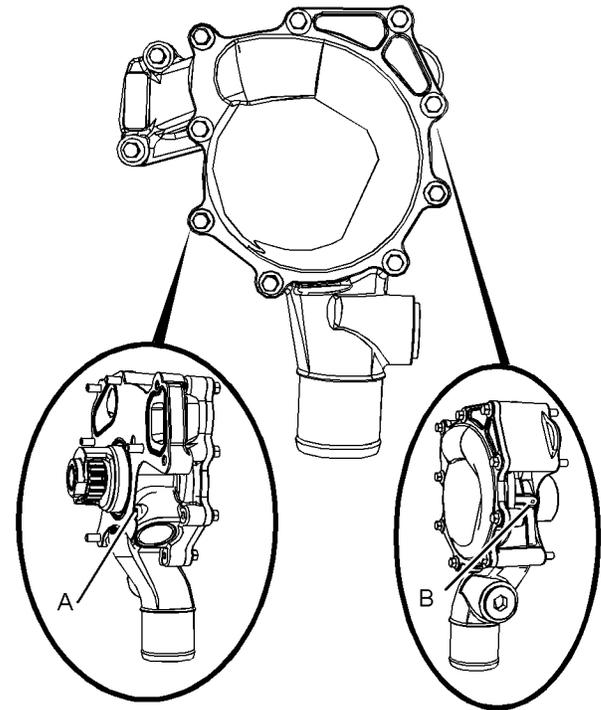

Abbildung 104
**Anmerkung:** Die Wasserpumpendichtungen werden durch das Kühlmittel im Kühlsystem geschmiert. Eine geringe Leckage ist normal. Siehe Abbildung 104 für Details zur Position der Ablauf- und Entlüftungsöffnung.